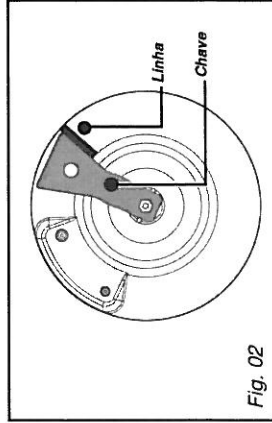

Fig. 02
- Com um lápis, faça uma linha na placa do forno no local indicado (Fig. 02).